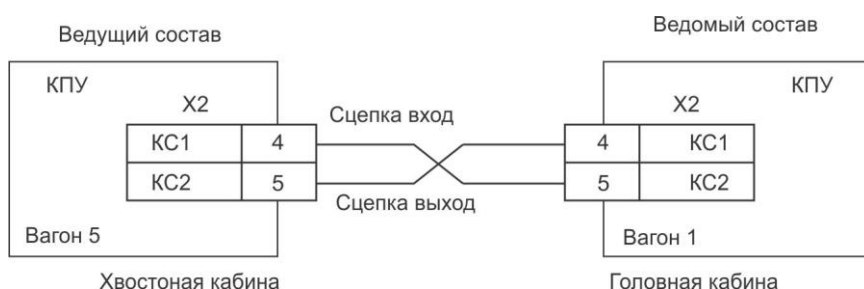

Рисунок 12 – Подключение цепи «КС»
5.5.4 При наличии сцепки с ведомым составом подключить провод КС1 сигнала КПУ ведущего состава к проводу КС2 сигнала КПУ ведомого состава (рисунок 12).